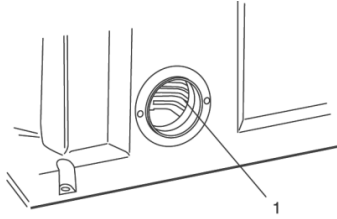

Fig. 4 – Salida de polvo
La salida de polvo (1) está localizada en la parte trasera de la máquina (fig. 4) al cual puede ser acoplado en un aspirador de polvo industrial.